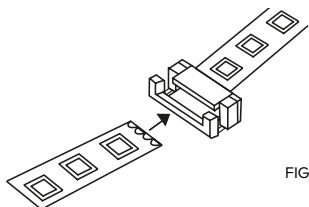

FIG 8.
8. Houd de connector zoals afgebeeld in fig 8. met de **schuivende gedeeltes aan de onderzijde** en schuif de ledstrips volledig in de connector. **Let op de polariteit.**